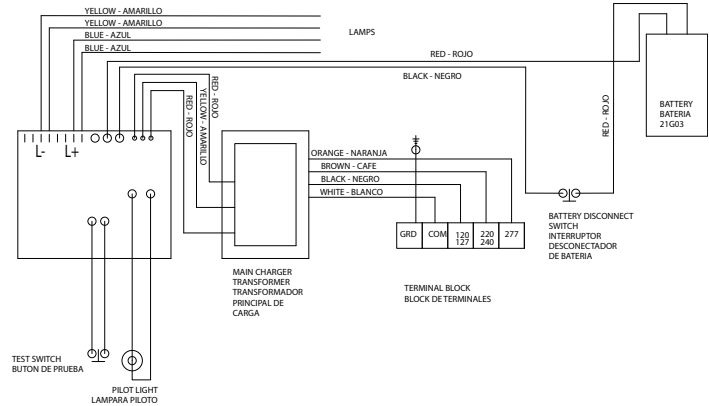

Figure 1. Schéma de câblage
9. Refaire toutes les connexions entrantes selon le schéma de câblage apposé sur le module neuf (consulter également la figure 1) et rebrancher les fils du ou des luminaires EVLA12 ou de l'enseigne de SORTIE retirés des bornes L+ et L-.
9. Refaire toutes les connexions selon le schéma de câblage apposé sur le module neuf (consulter également la figure 1).